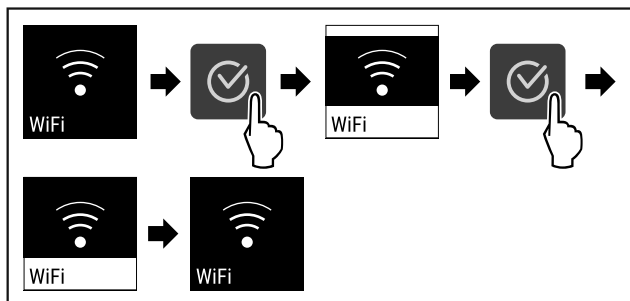

Fig. 86
- ▶ Proveďte akční kroky (viz Fig. 86) .